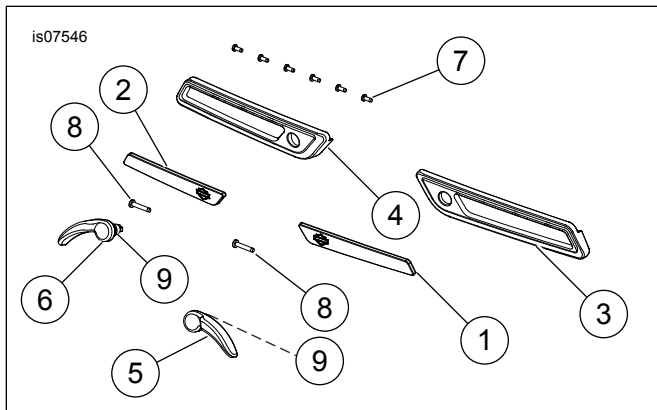

Figura 2. Piezas de servicio: Kit de palanca y cubierta de la bisagra de la alforja
Vea la Figura 2 y la Tabla 1.
1. Vea la Figura 2. Limpie la superficie de montaje del reflector en la carátula (4) con una mezcla con igual cantidad de agua y alcohol isopropílico. Permita que seque completamente.
2. Quite el respaldo adhesivo del reflector (2). Instale el reflector en la carátula.